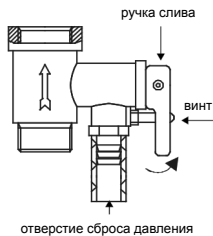

Рис. 13
6. Чтобы правильно слить воду из внутреннего бака, надо воспользоваться сливным отверстием (только для серии FSM6/FSM4) (надо открутить заглушку, закрывающую сливное отверстие), также воду можно слить через обратный предохранительный клапан (открутить сливной винт обратного предохранительного клапана и перевести ручку слива в верхнее положение, при этом кран выхода горячей воды должен быть открыт, а кран подачи холодной воды в водонагреватель должен быть перекрыт) (смотри рис. 13). Никогда не сливайте воду, если ее температура выше 50°C, т.к. это может привести к ожогам.